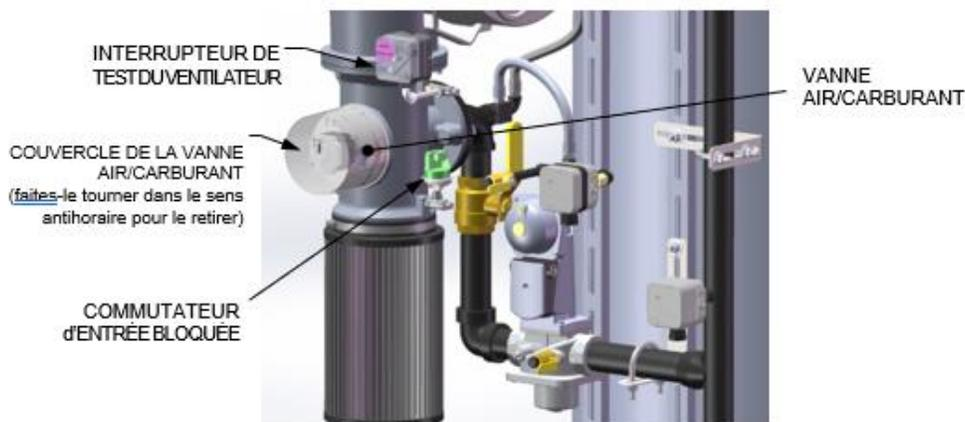

Figure 6.10-1 : Emplacement du couvercle de la vanne air/carburant
4. Démontez le couvercle de la vanne air/carburant en le faisant tourner dans le sens antihoraire pour le déverrouiller (cf. Figure 6.10-1).
4. Démontez le couvercle de la vanne air/carburant (Figure 6.10-1 ci-dessus) en le faisant tourner dans le sens antihoraire.